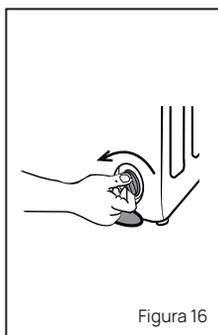

Figura 16
- Desenrosque la tapa en sentido antiohorario hasta su liberación. Ver figura 16